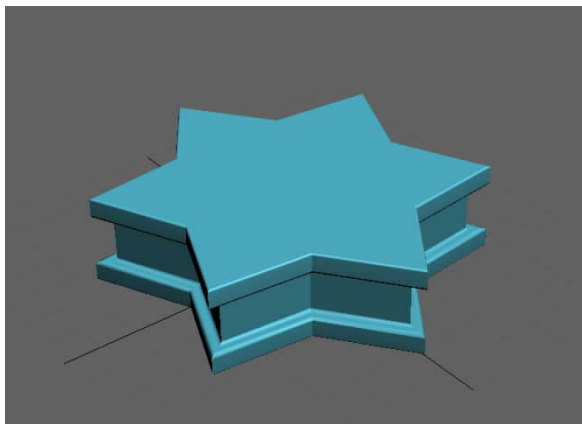

图 2-47 剖面倒角的效果
Step 3. 拾取后生成的三维效果, 如图 2-47 示。